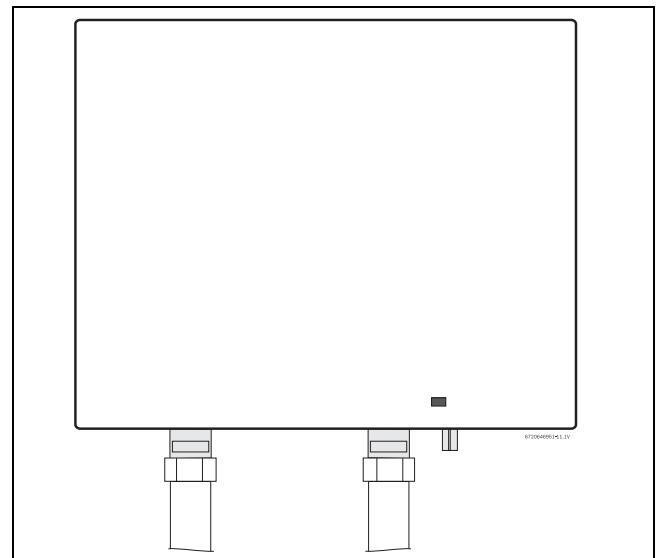

Fig. 6 Montage en position verticale
► Le chauffe-eau ne peut être installé que conformément à l'orientation présentée Fig. 6 i.e., c'est-à-dire, en position verticale avec les raccords d'eau en bas. **Le chauffe-eau ne peut en aucun cas être installé d'une autre manière.**